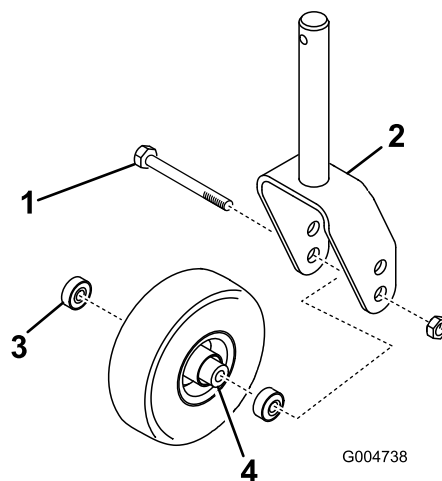

Figura 25
- Togliete il dado di bloccaggio dal bullone che fissa la rotella orientabile alla forcella (Figura 25). Afferrate la ruota orientabile ed estraete la vite a testa cilindrica dalla forcella o dal braccio di rotazione.
- Cuscinetto (2)
- Togliete il cuscinetto dal mozzo della ruota e lasciate cadere il distanziale del cuscinetto (Figura 25). Togliete il cuscinetto dalla parte opposta del mozzo della ruota.